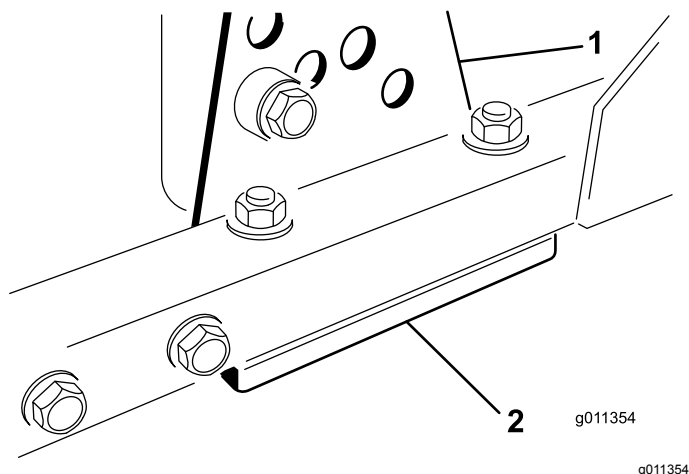

Figure 58
1. Retirez le support de hauteur de coupe (avant, gauche ou droit) du cadre du plateau de coupe (Figure 58).
2. Placez des cales de 1,5 mm et/ou une cale de 0,7 mm entre le bâti et le support du plateau pour obtenir la hauteur de coupe voulue (Figure 58).